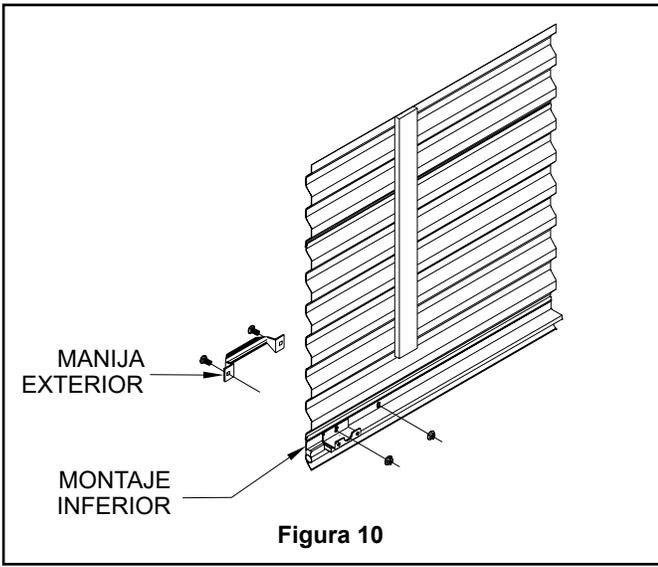

Figura 10
6.2 Adjunte una guarda al borde interior e inferior de cada lado de la puerta usando un (1) perno de cabeza redonda de 1/4" y una tuerca de reborde (véase la Figura 7). (véase la Figura 10).
8.2 Manija exterior: Adjunte la manija al borde exterior inferior de la puerta usando los dos (2) pernos de cabeza redonda de 1/4" y tuercas de reborde provistos (véase la Figura 10). Las puertas de 8' de ancho y más grandes tendrán dos manijas.